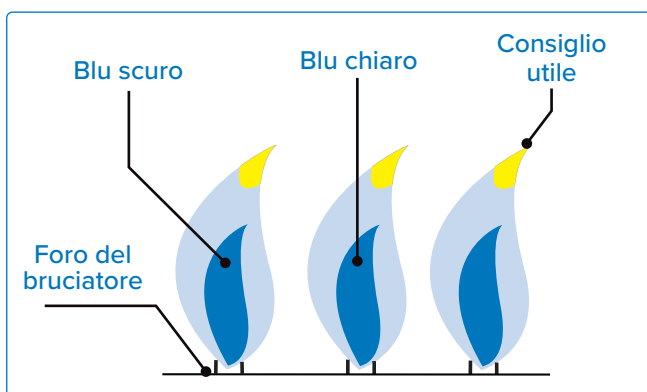

Fig. 26
- Troppa poca aria causerà fiamme gialle, fuliginose e lente (**vedi Fig. 26**).